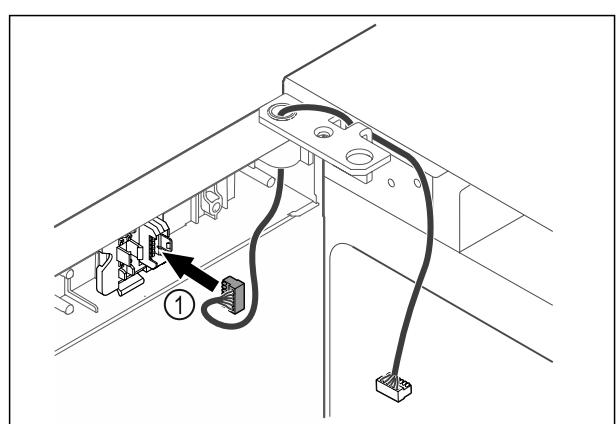

Fig. 54
► Stecker *Fig. 54 (1)* in Steckerhalterung einstecken.